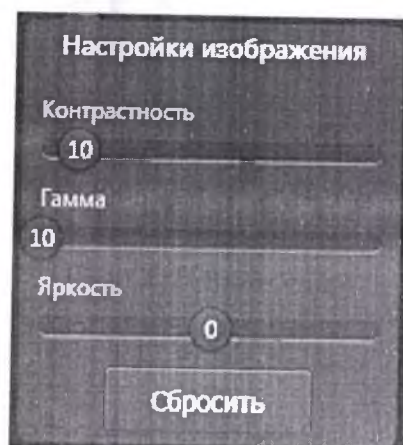

Рисунок 24 – Всплывающее меню настройки изображения
21) кнопку  [Настройки], осуществляющую вызов всплывающего меню (рисунок 24), с помощью которого путем перемещения «бегунка» происходит настройка: